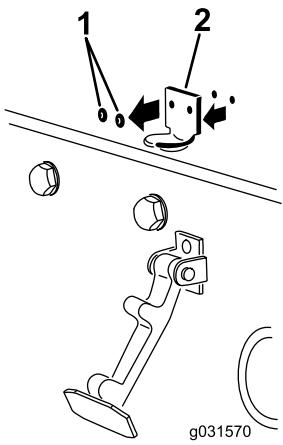

Рисунок 5
2. Выверните два болта крепления кронштейна фиксатора капота к капоту (Рисунок 5).